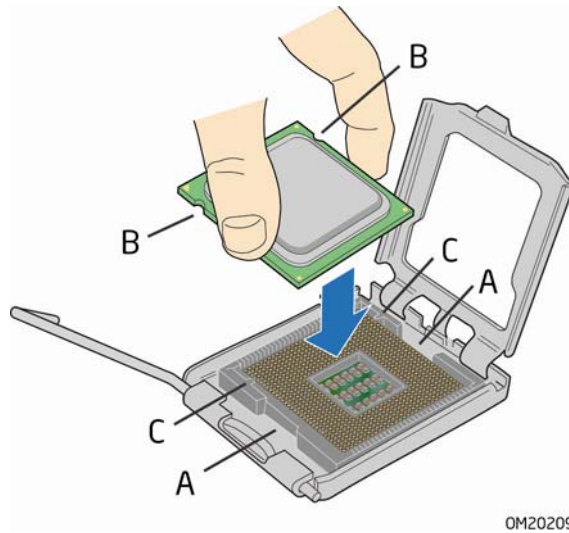

图 11. 安装处理器
6. 用拇指和食指握住处理器，握持方位如图 11 所示。确保手指对准插槽上的切口（图 11 中的 A）。使凹口（图 11 中的 B）与插槽（图 11 中的 C）对齐。垂直向下降低处理器，切勿使处理器在插槽上倾斜或滑动。